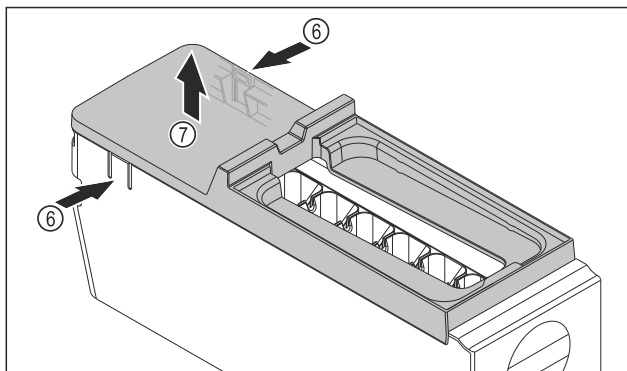

Fig. 69
- ▶ 取出 EasyTwist-Ice 机身的盖板：用一只手按压 EasyTwist-Ice 机身两侧的接片 Fig. 69 (6)。
- ▶ 用另一只手朝上取出盖板 Fig. 69 (7)。